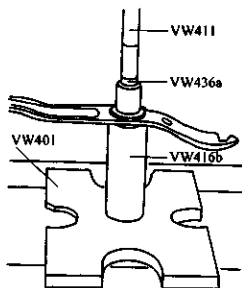

图 3-8 压入离合器踏板衬套
5) 装上塑料衬套, 并使其与导管长的一端齐平, 如图 3-8 所示。